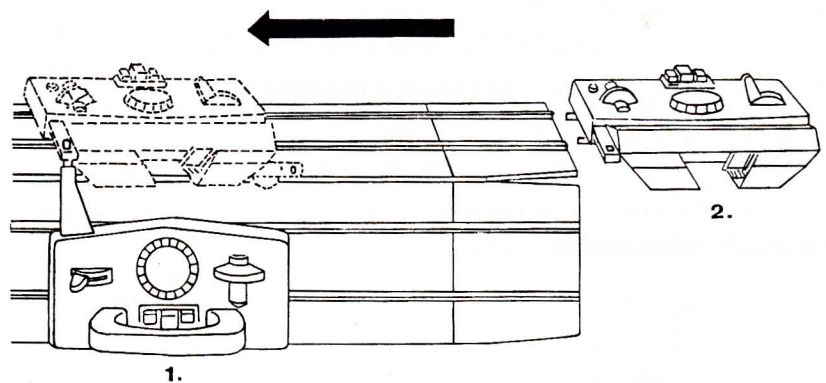

Fig. 18
2. **Achterste slot van rechts op het achterste naalden-bed schuiven,** fig. 18.